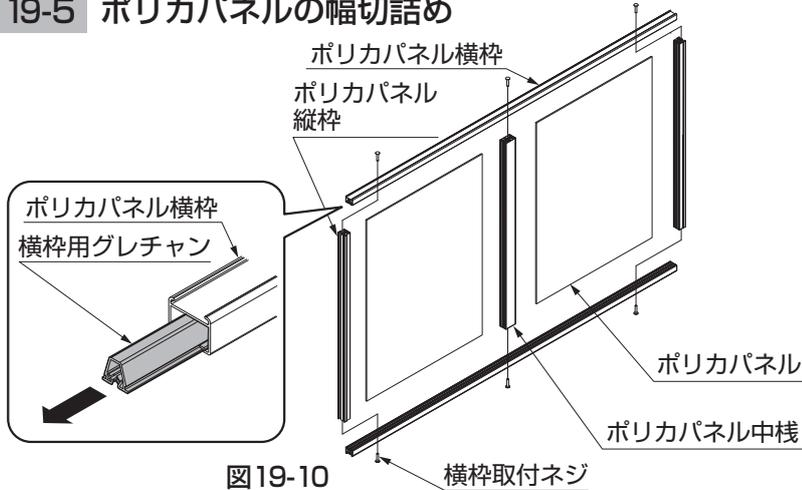
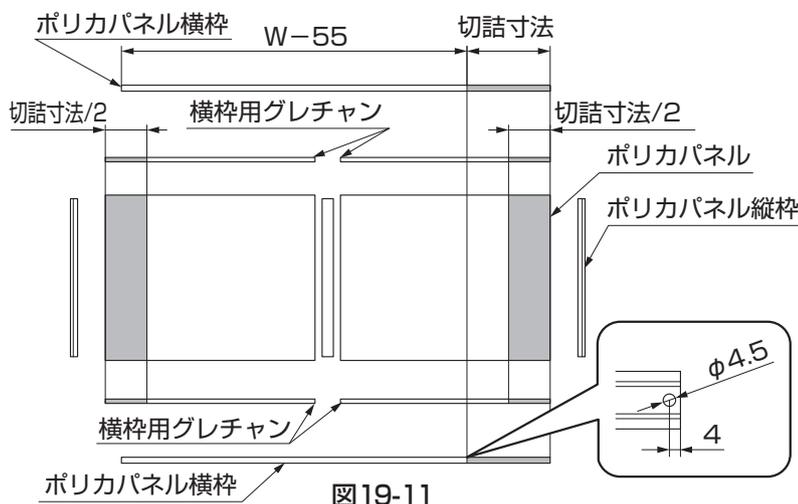

図19-10 横枠取付ネジ
図19-11
- ①ポリカパネルを分解してください。
- ②ポリカパネル横枠から横枠用グレチャンを取出してください。(図19-10参照)
- ③ポリカパネル横枠を「W-55mm」で切断してください。
- ④続いて横枠用グレチャン、ポリカパネルを両端から切断してください。
- ⑤ポリカパネル横枠に切断した側から4mmのところをφ4.5の孔をあけてください。(図19-11参照)
- ⑥加工後、再度組立ててください。